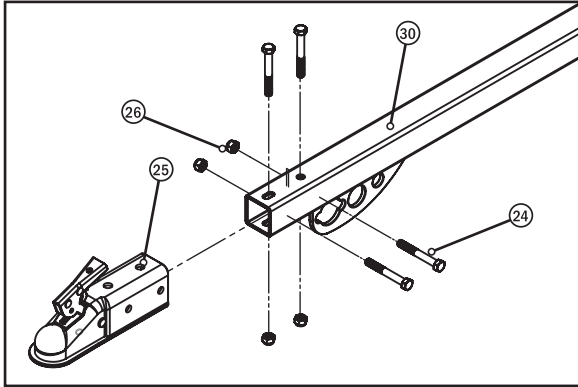

Fig. 15
Étape 20 : Assemblez la barre de traction. Assemblez le coupleur à boule d'attelage (n° 25) à l'extrémité de la barre de remorquage (n° 30) à l'aide des quatre boulons M12 x 90 (n° 24) et écrous de blocage M12 (n° 26) comme indiqué (fig. 15).